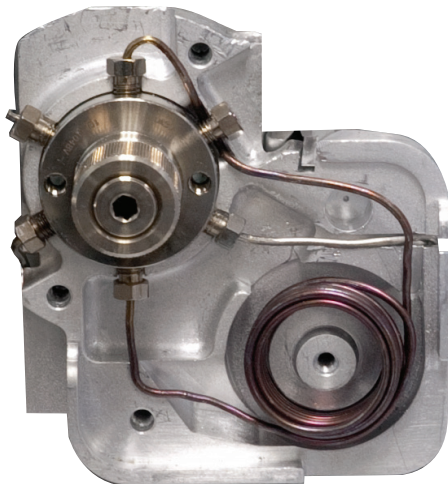

Figura 21. Posizionamento corretto del loop del campione nel relativo blocco
- 12 Con il loop del campione davanti alla valvola a 6 porte, collegare entrambe le estremità del nuovo loop del campione alle posizioni 1 e 4 come illustrato nella **Figura 21**.
- 14 Ruotare il loop del campione verso il blocco del loop (verso destra) Adattare l'estremità superiore del loop del campione sopra e dietro il collegamento 5 alla valvola. Continuare a ruotare il loop del campione fino ad adattarlo al blocco del loop come illustrato in **Figura 21**.